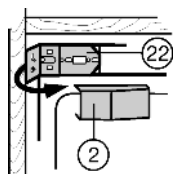

Fig. 17
- ▶ Boční díl upevňovacího úhelníku *Fig. 17 (22)* sklopte.
- ▶ Kryt *Fig. 17 (2)* zase zatlačte.
- ▶ Všechny díry zavřete zátkami *Fig. 17 (30,5)*.